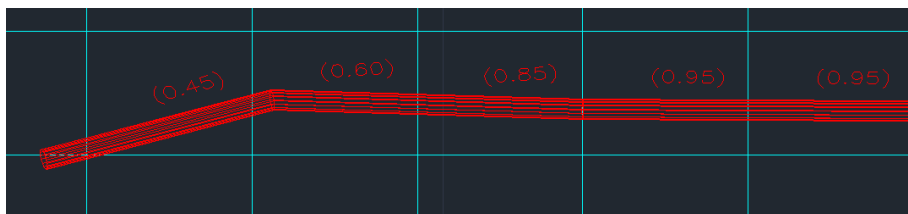

图 111 - 目标的 XY 部分。管道深度文本的步骤 =1
- 管道深度文本的步骤：选择与每个管道相关的字段的距离间隔。这样，用户就可以轻松地读取目标的深度，以参考表面（XY 平面）（图 111）。